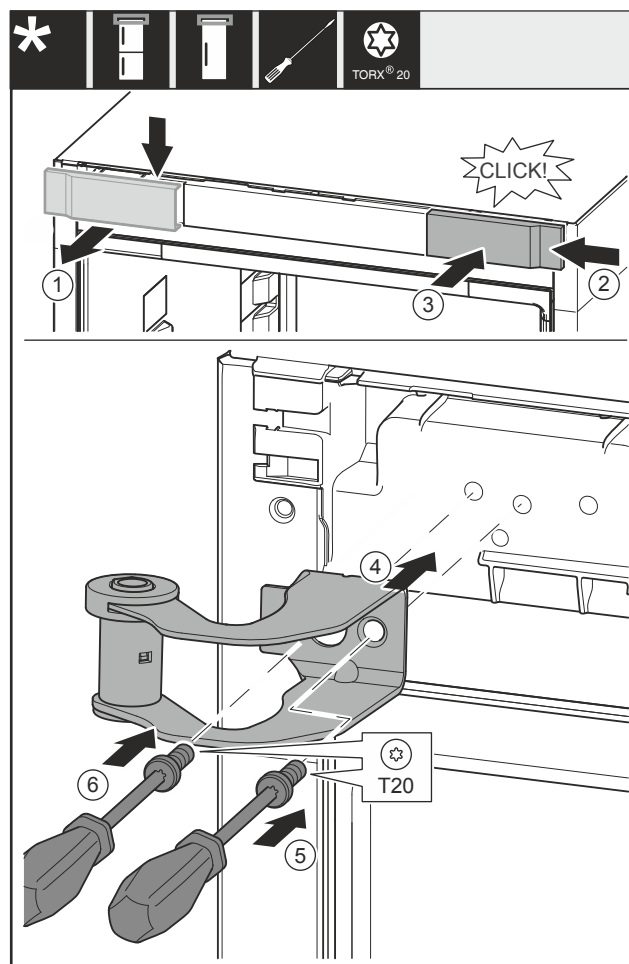

Fig. 17
- ▶ Снимите крышку Fig. 17 (1) сверху вперед.
- ▶ Навесьте крышку Fig. 17 (2), повернув ее на 180°, справа с другой стороны.
- ▶ Зафиксируйте крышку Fig. 17 (3).
- ▶ Установите верхний опорный кронштейн Fig. 17 (4).
- ▶ Затяните винт Fig. 17 (5).
- ▶ Затяните винт Fig. 17 (6).